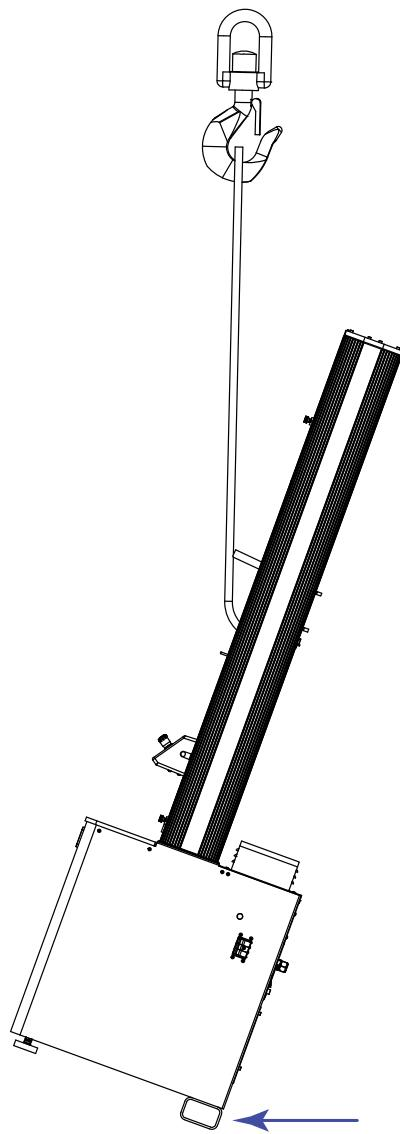

Abbildung 24. Den Prüfrahmen aufrichten
5. Heben Sie den Rahmen langsam in die vertikale Position an (siehe Abbildung 24 auf Seite 82).
Achten Sie beim Anheben darauf, dass die einzigen Teile, die mit dem Versandgestell oder dem Boden in Berührung kommen, die rohrförmigen Halterungen an der Rückseite der Rahmenbasis sind (gekennzeichnet durch Pfeile in Abbildung 24 auf Seite 82).